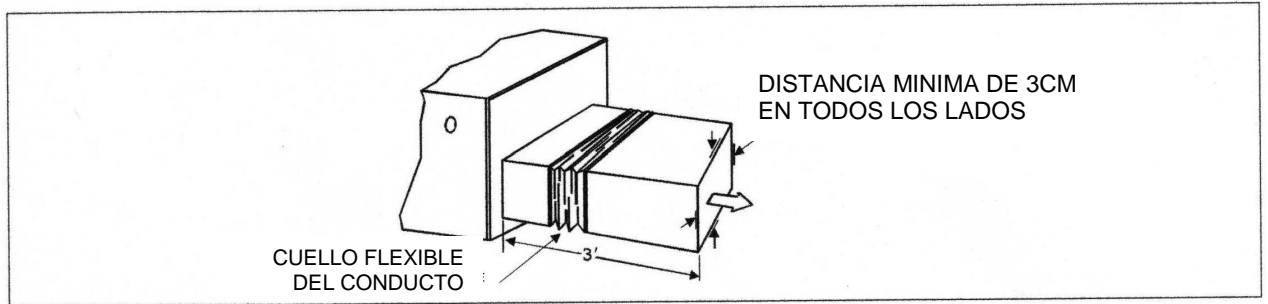

FIGURA 2: Despejes Plenos
2. Consultar la etiqueta de especificaciones del producto para identificar el número de modelo de la unidad y luego ver la página de las dimensiones de este manual para las dimensiones plenas requeridas para el suministro de aire pleno en la Figura 2. El despeje pleno debe instalarse de acuerdo a las instrucciones.